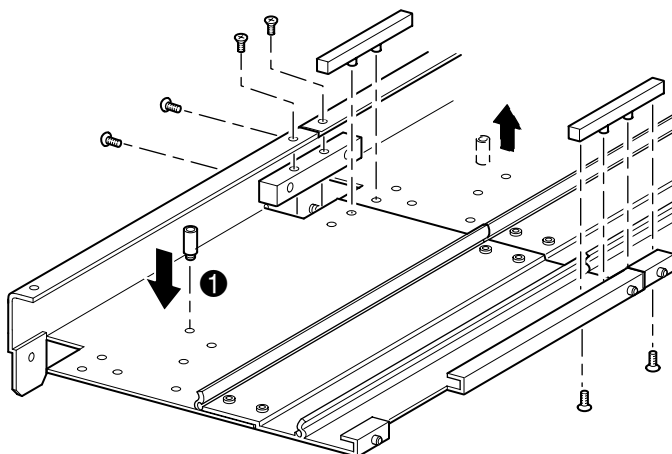

図2-15: タイバーのインストール
- b. 2つの細いタイバーのピンを、拡張ユニットとPTMベースユニットの穴に合わせ(図2-15を参照)、4本の取り付けネジ(細いタイバーのそれぞれに2本のネジ)を使用して取り付けます。
- c. 大きなタイバー(面取りされた辺がPTMベースユニットと拡張ユニットの内側の角を向くようにします)を、4本の取り付けネジを使用して取り付けます(図2-15を参照)。
10. 下部絶縁体留め具をPTMベース ユニットから取り外して、拡張PTMの最後のユニットの対応する取り付け穴に取り付けます (❶、図2-15)。